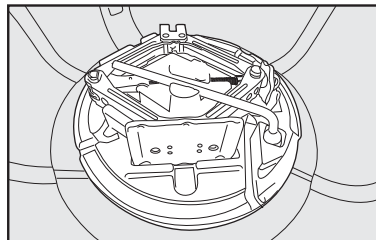

fig. 3
- Soltar as ferramentas, e remover o macaco **fig. 3** de acordo com a versão do veículo puxando-o de sua sede.